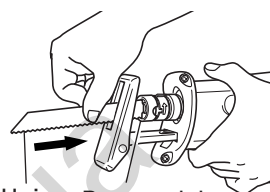
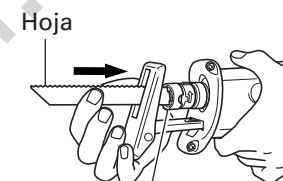

Fig. 4
Fig. 5
(3) Inserte completamente la hoja de sierra en la hendidura pequeña de la punta del émbolo. Esta hoja puede montarse tanto en dirección ascendente como descendente. (Fig. 4, Fig. 5)